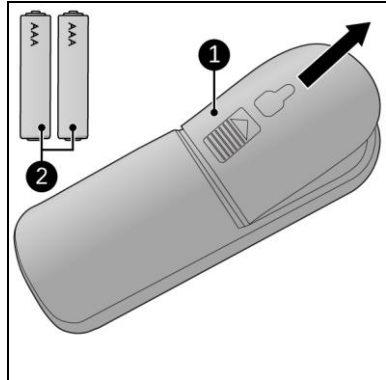

Abbildung 10
1. Entfernen Sie die Abdeckung (Abbildung 10, Pos. 1).
3. Legen Sie zwei Batterien (AAA 1,5 V) (Abbildung 10, Pos. 2) wie im Batteriefach angegeben ein. Stellen Sie sicher, dass die Batterien richtig eingelegt sind.
5. Entfernen Sie die Batterien aus der Fernbedienung (Abbildung 10).